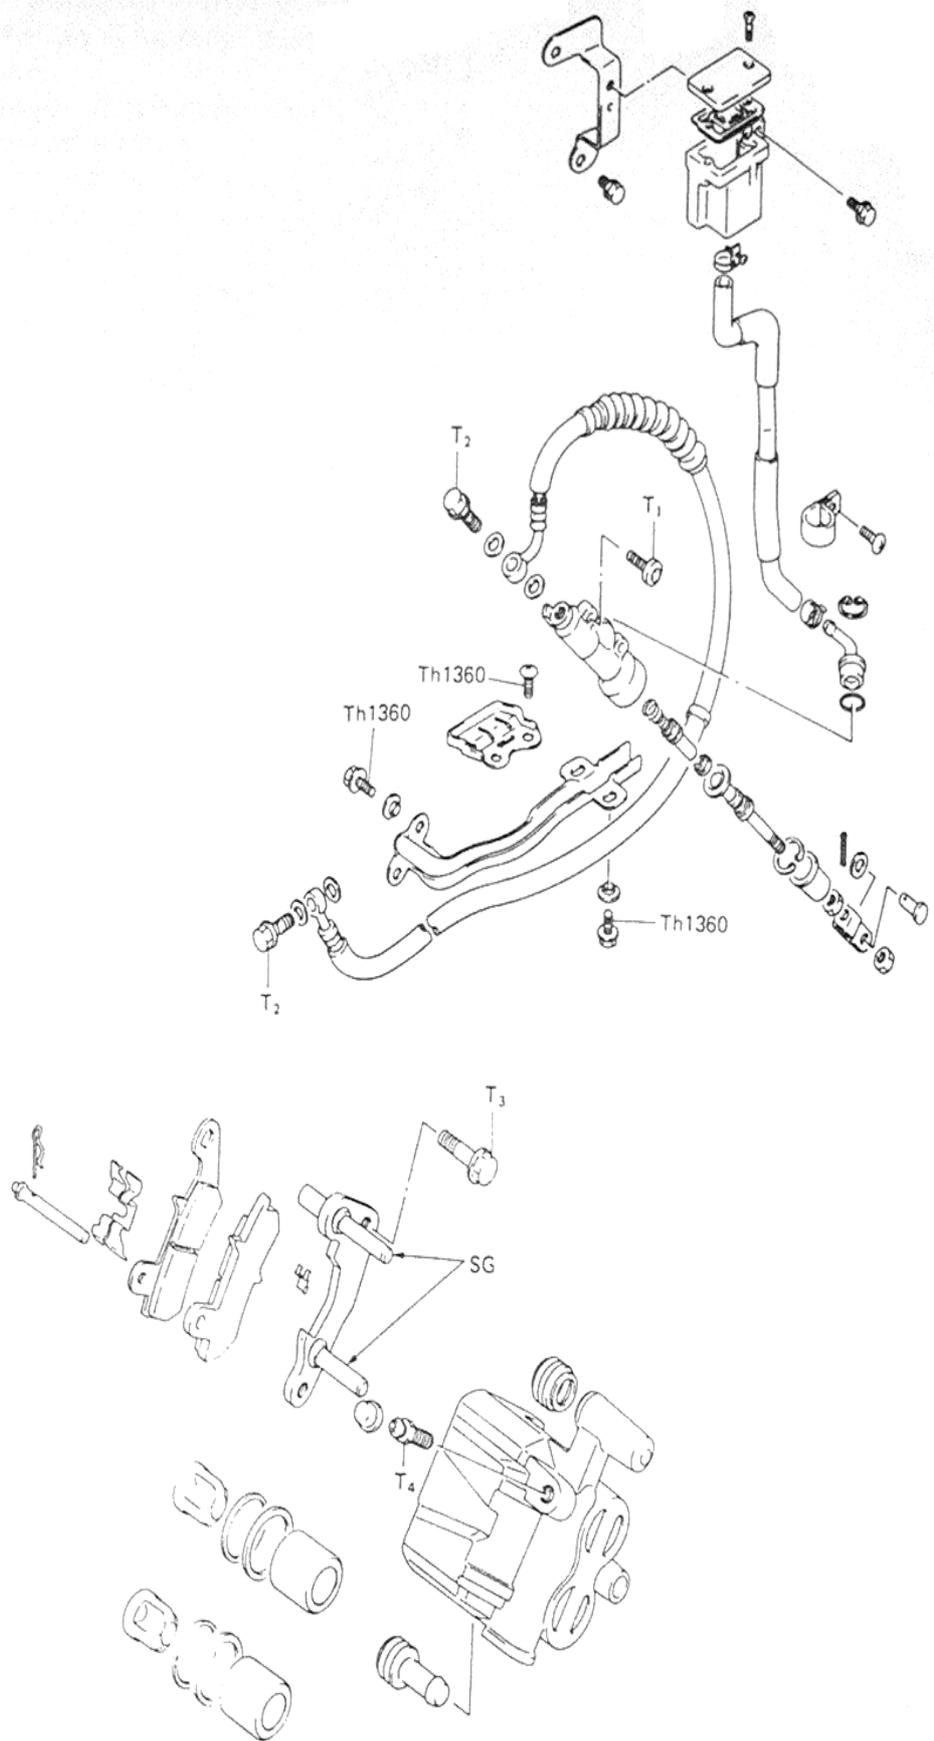

Bild 210
- Montage des Bremssattels (Bild 210) wie in Kapitel 14.3 beschrieben vornehmen.